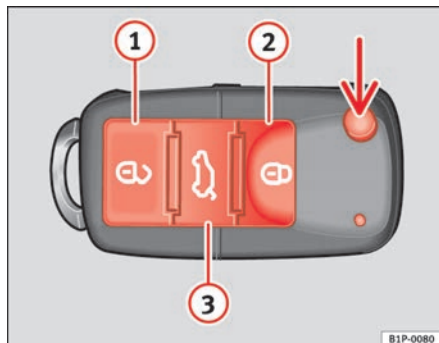

Fig. 64 Teclas de la llave con mando a distancia
Con la tecla $\Rightarrow$ fig. 64 (flecha) del mando, se desbloquea el paletón de la llave.
Desbloqueo del vehículo $\Rightarrow$ fig. 64 ①.
Bloqueo del vehículo $\Rightarrow$ fig. 64 ②.
Desbloqueo del portón trasero. Pulse la tecla $\Rightarrow$ fig. 64 ③ hasta que todos los intermitentes del vehículo parpadeen brevemente. Al pulsar la tecla de desbloqueo $\Rightarrow$ fig. 64 ③, dispone de 2 minutos para abrir el portón. Una vez transcurrido este tiempo se bloqueará de nuevo.
Además, el testigo de la pila de la llave $\Rightarrow$ fig. 64, parpadea.
Pulsando una vez la tecla $\Rightarrow$ fig. 64 ①, se abrirá sólo la puerta del conductor, permaneciendo el resto cerradas.
Pulsando dos veces la tecla  ⇒ página 105, fig. 64 , se desbloquearán todas las puertas.
⇒ **página 105, fig. 64** desde la cerradura de la puerta del conductor.